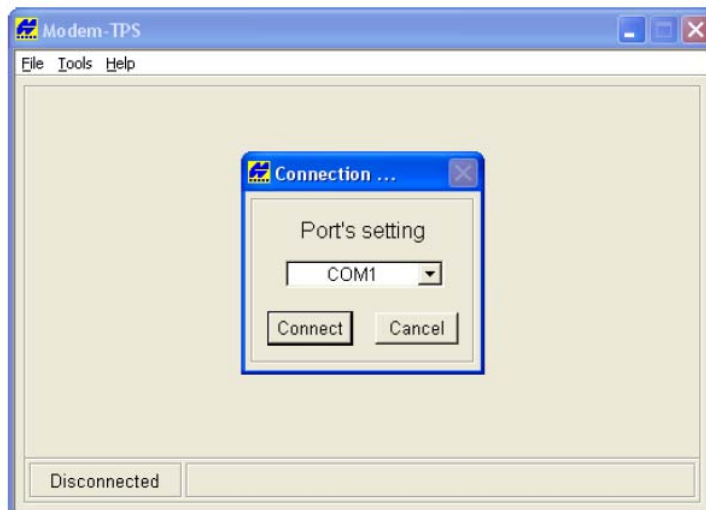

Рисунок 3-1. Подключение Modem-TPS
2. Запустите программу Modem-TPS и выберите последовательный (COM) порт подключения приемника (см. рис. 3-1). Щелкните на кнопке *Connect* (Соединить).